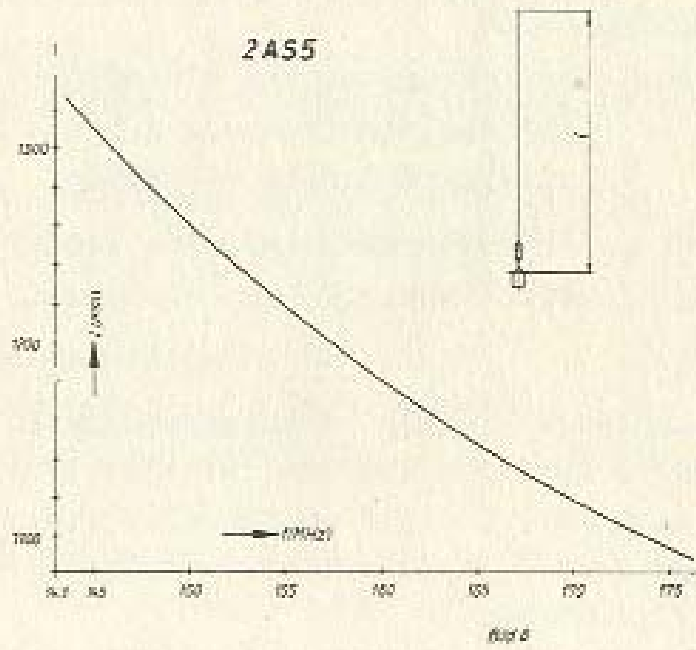

Bild 7
1. Strahlerlänge l (Bild 7) entsprechend kürzen.
Antenne 2 AS 5 l entsprechend Abgleichfrequenz nach Diagramm Bild 7 zuschneiden